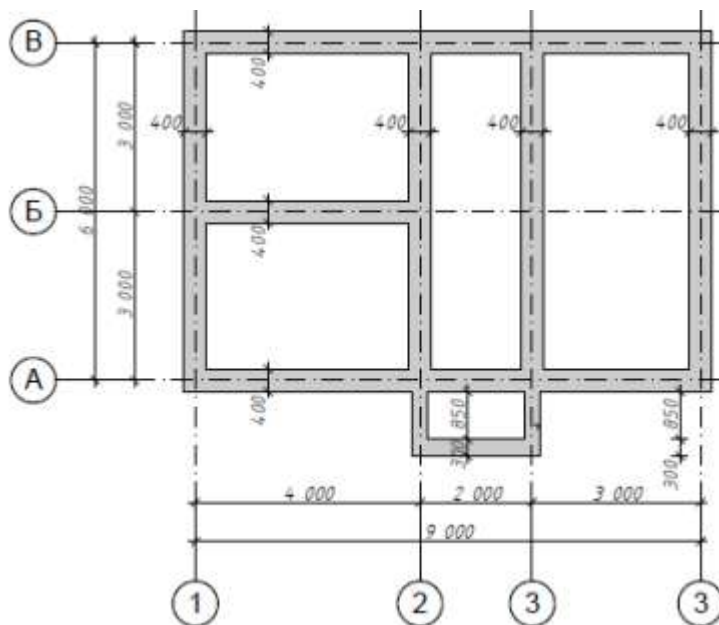
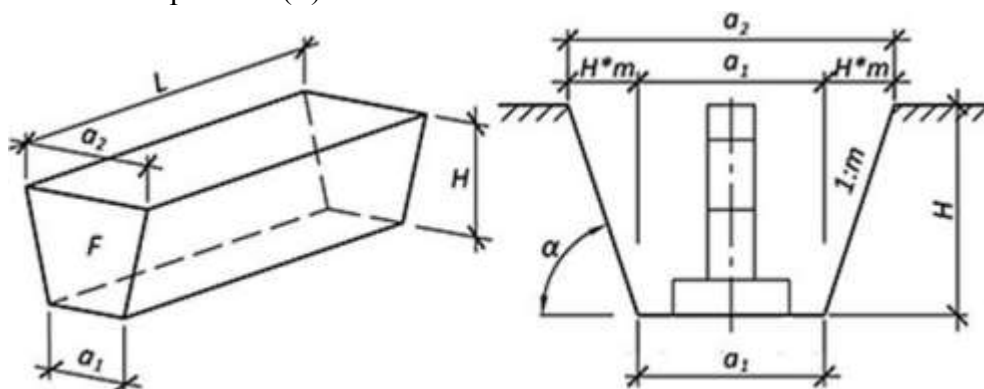

Рисунок 1 – Сведения об объекте строительства
Рисунок 2 – Схема характеристики траншеи
Сведения об объекте строительства, см. рис.1: Здание кирпичное жилое без подвала. Фундамент ленточный сборный железобетонный. Полы первого этажа устраиваются по грунту. Температура расчетной среднесуточной температуры помещения, примыкающего к наружным фундаментам, составляет 16°C . Строительство осуществляется в г. Нижний Новгород. Грунт – суглинок.
1. На основании нижеприведенного чертежа, см. рис.1 и характеристики траншеи, см. рис.2 определить объем водоотлива и объем разработки сухого и мокрого грунта.
2. Уровень стояния грунтовых вод в траншее находится на отметке 2,6 м от верха траншеи. Грунт суглинок. Характеристики траншеи: ширина траншеи по дну (a_1) - 1,5 м; глубина траншеи (H) – 3,5 м, протяженность траншеи (L) – 50 м.